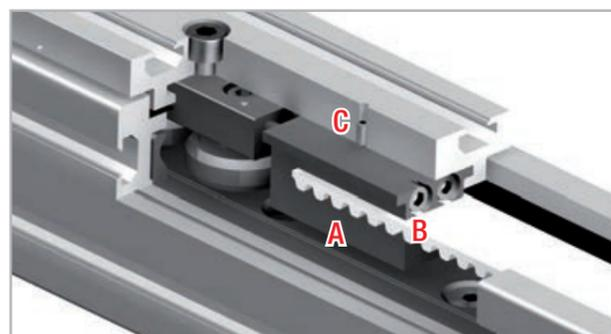

Fig. 59
1. Desparafusar os parafusos de segurança C (no topo da placa do cursor) do dispositivo de tensionamento da correia A (ver fig. 59).